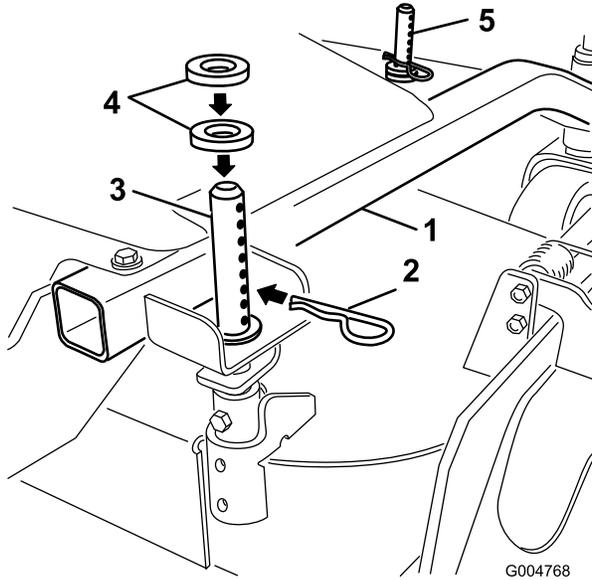

Figura 14
1. Seleccione el taladro en el pilar de ajuste de altura de corte y la cantidad de espaciadores correspondiente a la altura de corte deseada (Figura 14).
2. Con la ayuda del manillar de elevación, levante el lateral de la plataforma y retire el pasador de horquilla (Figura 14).
3. Agregue espaciadores o quítelos de ser necesario y luego alinee los taladros e introduzca el pasador de horquilla (Figura 14).